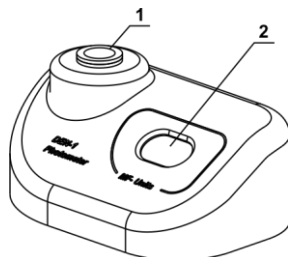

Fig.2 Panneau frontal
- 3.4.3. Insérez le tube de solution standard, correspondant à la valeur du point de calibrage, dans l'emplacement du Densitomètre (fig.2/1).
- 4.3. L'indication suivante peut s'afficher sur l'écran (fig.2/2):
- 4.4. Agitez le tube de solution, si nécessaire (il est recommandé d'utiliser un vortex, par ex. Personal Vortex PV-1, pour l'agitation) et insérez-le dans l'emplacement (fig.2/1). La valeur McFarland de la solution s'affichera sur l'écran (fig.2/2)